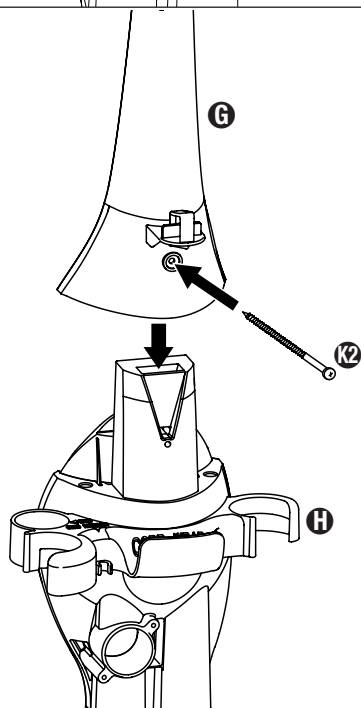

FIG. 3
Step 3: Attach the handle ③ to top of tool caddy ④ by sliding it downward and then securing with a long screw ⑫ (FIG. 3).
Étape 3 : Fixez le manche ❻ à la partie supérieure du porte-accessoires ❹ en le glissant vers le bas. Vissez avec une longue vis ❸ (FIG. 3).
Paso 3: Instale la manija ❻ en la parte superior del portaaccesorios ❹ deslizándola hacia abajo y luego fíjela usando un tornillo largo ❸ (FIG. 3).